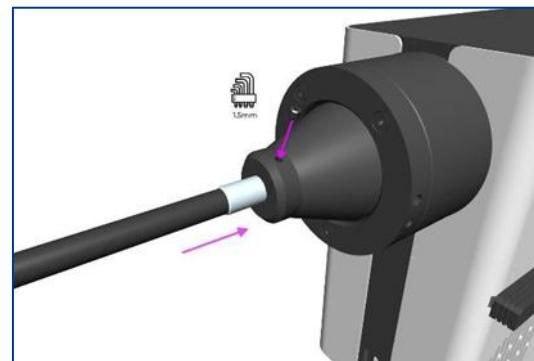

图 15
2. 牢牢固定住液体光导管的同时, 使用 1.5 毫米六角扳手轻轻拧紧光源输出端上的固定螺钉 (图 15)。